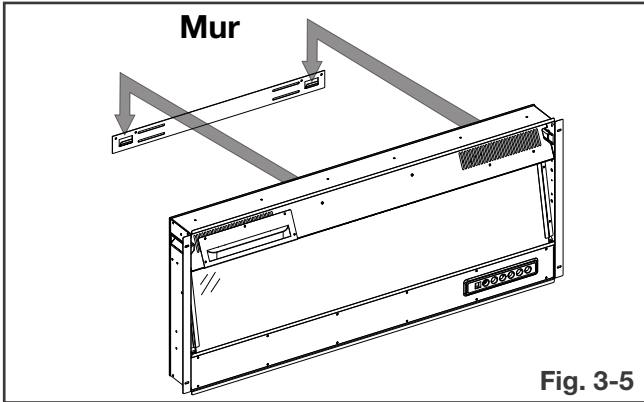

Fig. 3-5
- H. Avec le support de montage installé, demandez à deux personnes de soulever l'appareil et insérez les deux crochets sur le support dans les deux fentes à l'arrière de l'appareil (**Fig. 3-5**).